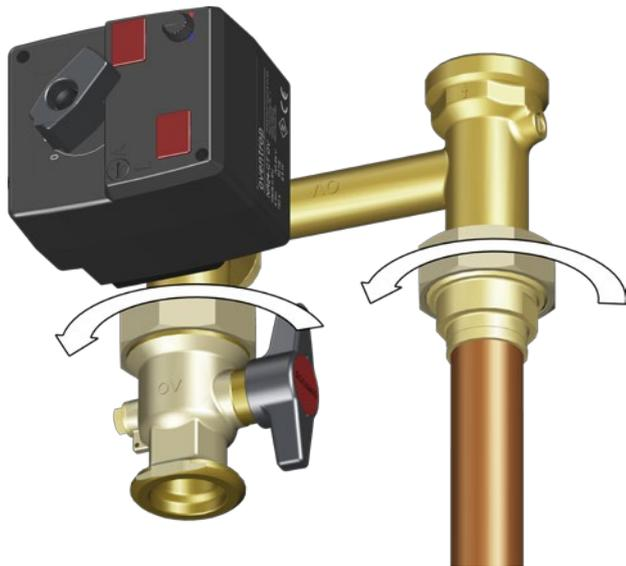

Abb. 29: Überwurfmutter vom Mischhahn lösen
- 2 Lösen Sie die Überwurfmutter für den 3-Wege-Mischhahn mit einem Maulschlüssel SW 52 (siehe Abb. 29 auf Seite 23).